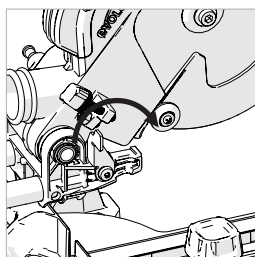

Fig. 26a
- Aprire la "piastra di fermo" del fermo di profondità **(Fig. 26a)** ruotandola in avanti dalla sua posizione di riposo lungo l'utensile di circa 150 gradi fino alla sua posizione di utilizzo.